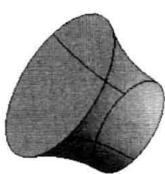
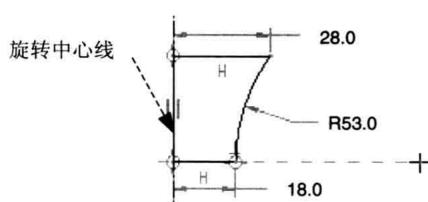

图 1.2 旋转 1
图 1.3 截面草图
- (1) 选择下拉菜单 **文件(F)** → **新建(N)** 命令（或单击“新建文件”按钮 ），系统弹出文件“新建”对话框。
- (2) 在此对话框的**类型**选项组中选择 零件 单选项。
- (3) 在**名称**文本框中输入文件名 INSTANCE_AIR_PIPE。
- (4) 取消 使用缺省模板 复选框中的“√”号，单击该对话框中的**确定**按钮。
- (5) 在系统弹出的“新文件选项”对话框的**模板**选项组中，选择 **mmns_part_solid** 模板，单击该对话框中的**确定**按钮。
Step2. 创建图 1.2 所示的基础特征——旋转 1。
- (1) 选取命令。选择下拉菜单 **插入(I)** → **•• 旋转(E)** 命令。
- (2) 在绘图区右击，从弹出的快捷菜单中选择 **定义内部草绘...** 命令；选取 FRONT 基准平面为草绘平面，TOP 基准平面为参照平面，方向为 **顶**；在“草绘”对话框中单击 **草绘** 按钮。
- (3) 绘制图 1.3 所示的特征截面（要绘出中心线），完成后单击“草绘完成”按钮 。